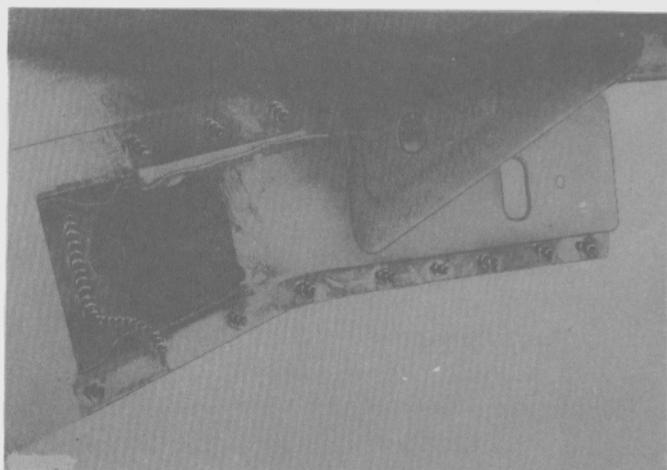

Fig. 136
- Trabajando por la abertura del panel del guardabarro delantero interior doblado, soldar a tope el refuerzo interno del larguero nuevo y el original con metal en atmósfera de gas inerte (MIG) (Fig. 136).